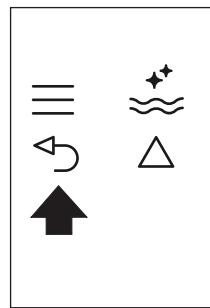

Fig. 25
- Pulse el icono \leftarrow (B6) (Fig. 25) dos veces para salir del menú.